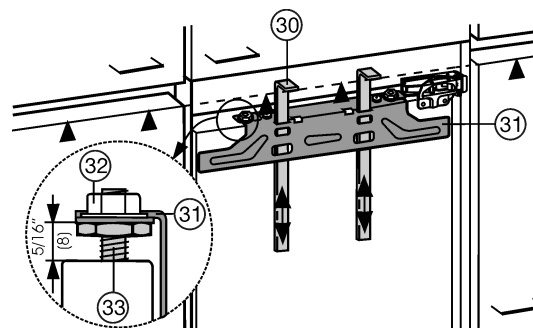

Fig. 25
Les dispositifs de montage Fig. 25 (30) sont requis pour les deux portes. C'est pourquoi il faut monter les portes du placard l'une après l'autre.
- Pousser les dispositifs de montage Fig. 25 (30) à la hauteur de la porte du meuble. Arête inférieure de la butée ▲ du dispositif de montage = arête supérieure de la porte du meuble à monter.